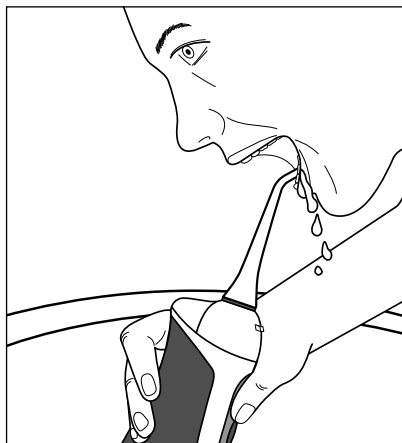

Fig. 1
- 4) Introduza o acessório **2** na boca, de modo a evitar salpicos de água. Incline-se sobre o lavatório e mantenha o aparelho portátil **5** o mais vertical possível (ver fig. 1). O injetor **1** do acessório **2** está direcionado para os dentes/espacos interdentais.